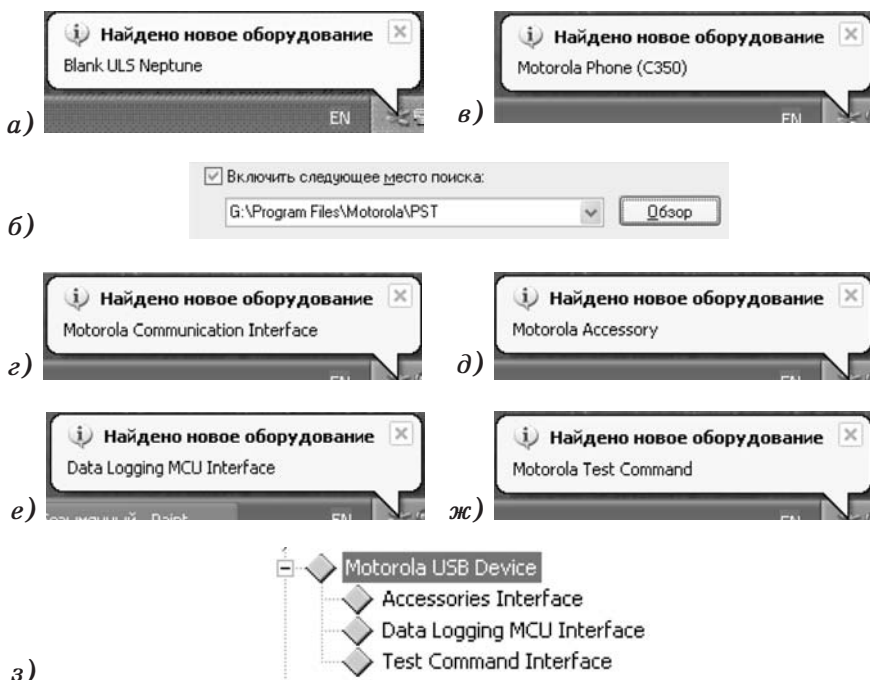

Рис. 2.3. Установка драйверов
1. Подключают к компьютеру телефон, находящийся в режиме программирования. При этом Windows обнаружит устройство Blanc ULS Neptune (S Flash Neptune, рис. 2.3а).
2. Устанавливают драйверы данного устройства. При этом можно использовать драйверы, входящие в состав программы PST (рассмотренной далее), или загрузить их с Интернет-портала Motorola.ru. Файловый архив портала содержит большое количество файлов, необходимых для выполнения программного ремонта телефонов Motorola. При использовании драйверов из состава PST в качестве пути их размещения необходимо указать папку, куда уставлена данная программа (рис. 2.3б).
5. Для обнаруженного устройства (рис. 2.3в) устанавливают драйверы (например, входящие в состав PST, см. п. 2).
7. Через несколько секунд, в зависимости от быстродействия используемого компьютера, Windows обнаружит устройства, входящие в состав Motorola Flash Interface (рис. 2.3г — 2.3ж). Для данных устройств также можно использовать драйверы, входящие в состав PS.
После корректной установки драйверов всех составных частей в списке устройств компьютера появится составное USB-устройство Motorola Flash Interface (рис. 2.3з), посредством которого осуществляются все операции с Flash-памятью телефонов Motorola.